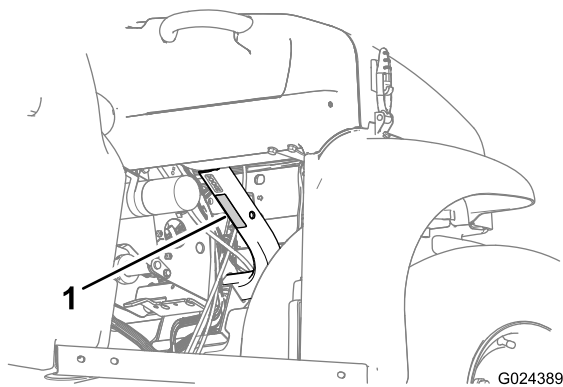

Figura 22
- Osservate la capacità di carico della macchina e limitate il peso del carico da trasportare nel cassone come descritto in Specifiche \(pagina 17\) e sull'etichetta del peso lordo del veicolo riportata sulla macchina (Figura 22).